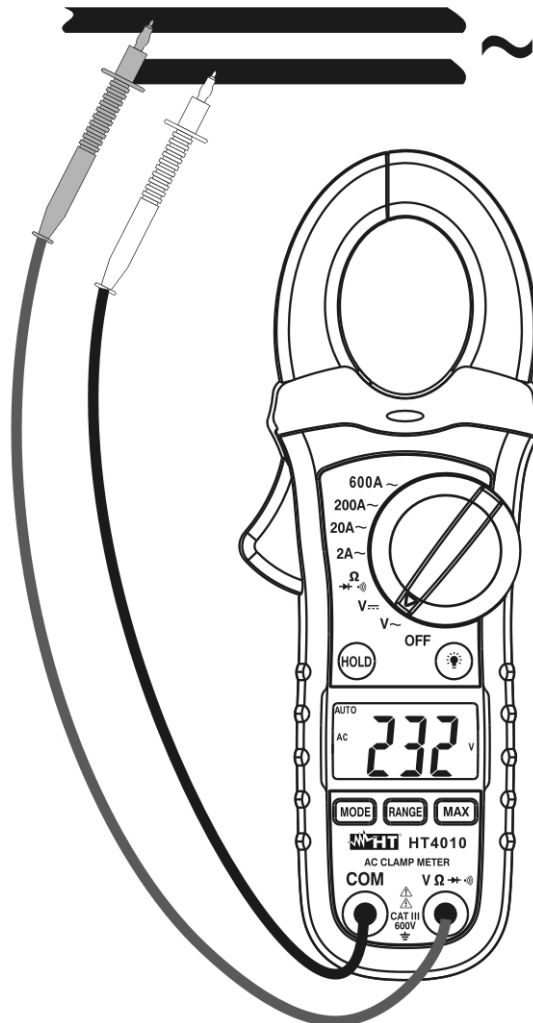

Fig. 3: Uso de la pinza en medida de Tensión CA
4. Inserte las puntas de prueba en los terminales, la punta roja en el terminal " $V_{\sim} \Omega \rightarrow (+)$ " y la punta negra en el terminal **COM** (ver Fig. 3)
5. Inserte las dos puntas de prueba en el punto deseado del circuito (ver Fig. 3), luego el instrumento mostrará el resultado